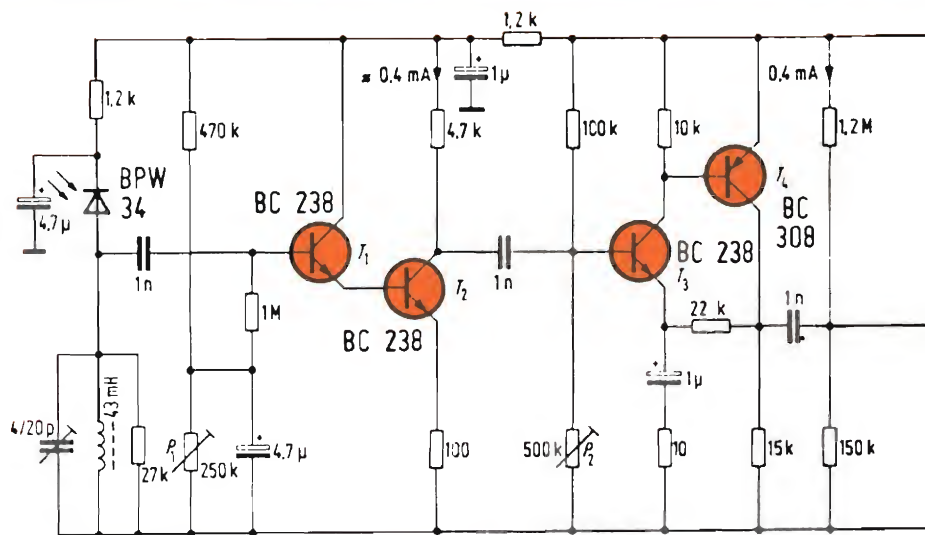

Fig. 4 - Il ricevitore a raggi infrarossi in MF della Siemens utilizza un circuito integrato 4046 come demodulatore a larga banda per MF.
Un esempio del metodo usato per progettare ricevitori in MF per raggi infrarossi è illustrato nella *fig. 4*; in questo circuito è utilizzato come rivelatore il fotodiodo BPW34 della Siemens.
*Fig. 4 - Se si usano lettere trasferibili a secco, si tracci anzitutto con una matita una leggera linea a 3 mm circa dal fondo delle lettere che si vogliono scrivere.*
Per usare le lettere trasferibili a secco, si proceda nel modo di seguito descritto. Si tracci sul pannello una leggera linea a matita a circa 3 mm dal fondo della lettera che si vuol riprodurre, come indicato nella fig. 4. Questa linea servirà da guida per allineare le lettere. Dopo aver posto nella posizione esatta ciascuna lettera, la si trasferisca, come si vede nella fig. 5, sfregando